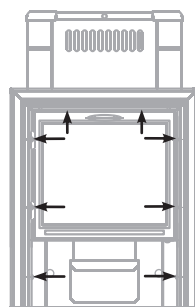

Рисунок 6. Винты для демонтажа дверцы при монтаже печи «Ангара Витра»
1) открутить саморезы 8 шт., которыми прикрепляется дверца с рамкой к топливному каналу и снять ее; (см. рисунок 6)